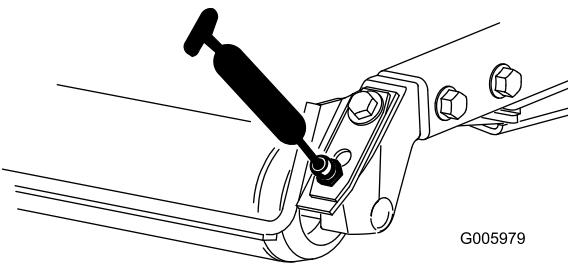

Figura 37
- Rolamentos do rolo traseiro (2 por plataforma do cortador), como se mostra na Figura 37